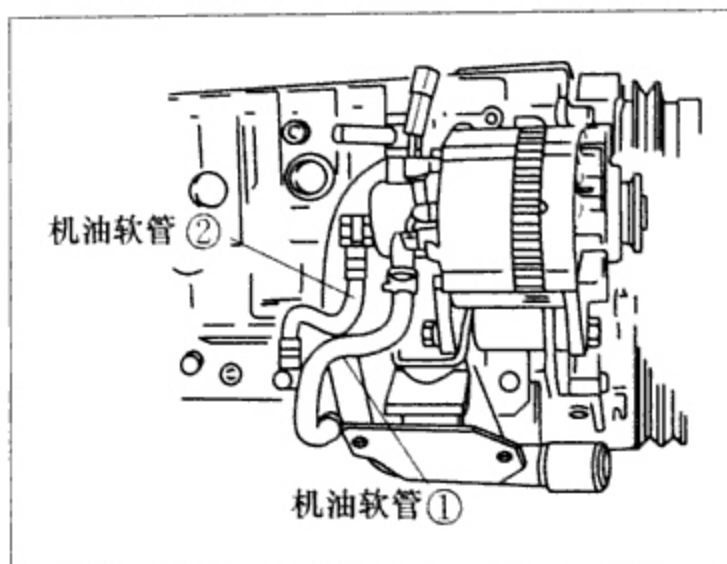

图 6-2-8 拆卸真空泵机油软管
- (1) 从油底壳上拆卸机油软管①,见图 6-2-8。
- (2) 从机体上拆卸机油软管②。